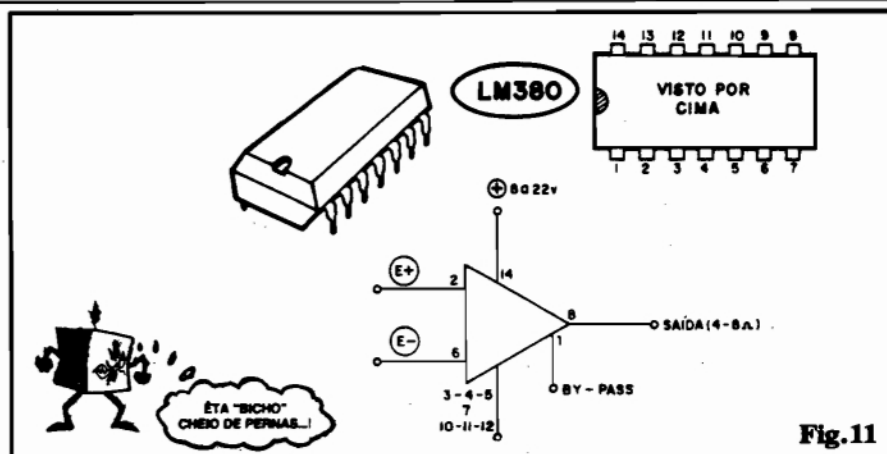

Fig. 11
- FIG. 11 - O INTEGRADO LM380 - APARÊNCIA, PINAGEM, SÍMBOLO E ESPECIFICAÇÕES - Num invólucro DIL de 14 "pernas" (7 de cada lado) o LM380 pode ser considerada uma peça pequena, dada a boa Potência que libera, em watts... A figura mostra também o "bichinho", visto por cima, com a pinagem devidamente numerada (sempre usando como referência a extremidade que contém uma marquilha, como já sabemos...). Ainda na mesma figura, temos a representação simbólica universal para os blocos amplificadores, na forma do triângulo, com os respectivos terminais utilizados, numerados... Alguns detalhes sobre esse Integrado (que apresenta uma relação custo/utilidade/versatilidade muito boa, e portanto deverá ser usado várias vezes, nas EXPERIÊNCIAS e PRÁTICAS do ABC):